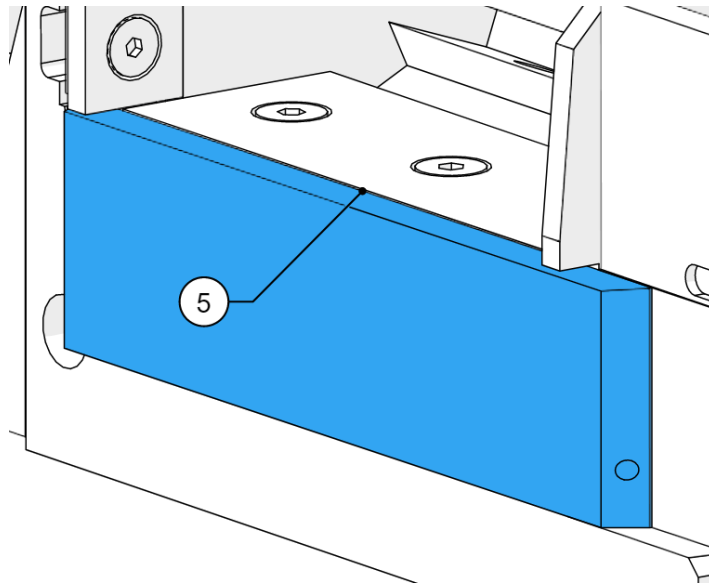

Figure 64 - Enclume fixée à la plaque de base
14. Insérez l'enclume par le côté de la chambre, en veillant à ce qu'elle reste bien fixée à la plaque de base (5, Figure 64).